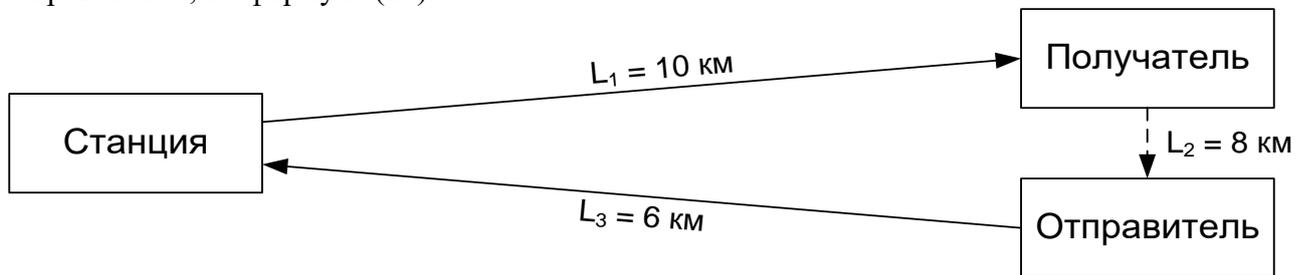

Рис. 9. Схема маршрута движения автомобилей
1. Определяется средний оборот автомобиля при условии, что завоз и вывоз груза будет осуществляться по кольцевому маршруту (рис. 9), когда получатель грузов не является отправителем, по формуле (29).